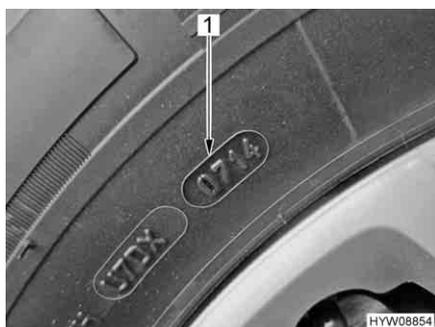

Fig. 87 Número DOT
- ▷ Los neumáticos no deben tener más de 6 años porque el material se hace frágil con el paso del tiempo. El número de DOT (Fig. 87,1) de cuatro dígitos en el flanco del neumático indica la fecha de fabricación. Las dos primeras cifras designan la semana, las dos últimas cifras el año de fabricación.